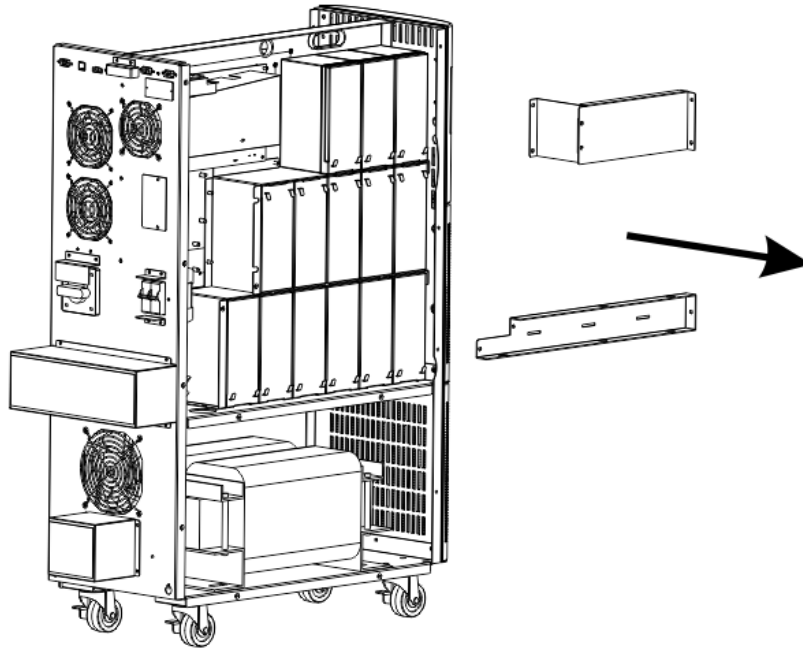

FIGURE. 4
14. Retirez les vis de fixation du support de fixation de la batterie et les supports de fixation de la batterie sur le côté droit(FIGURE. 4).